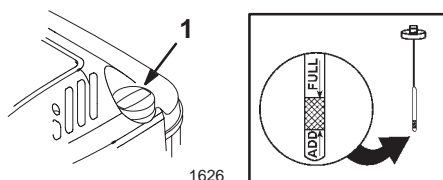

Figure 5
Avant chaque utilisation, vérifiez que le niveau d'huile arrive entre les repères maximum (Full) et minimum (Add) de la jauge (Fig. 5).
2. Nettoyez la surface autour de la jauge (Fig. 5).
6. Voyez le niveau d'huile indiqué par la jauge (Fig. 5).